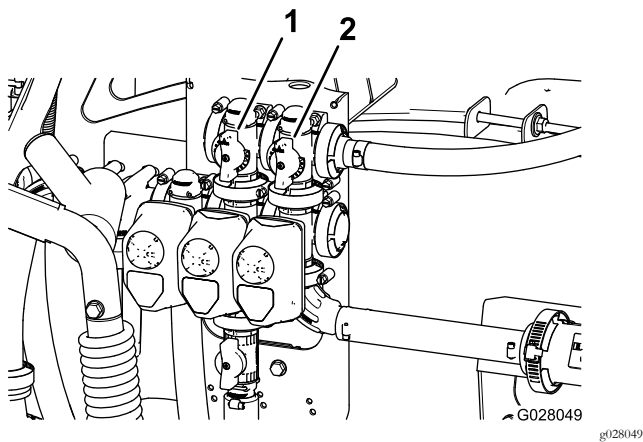

Figura 109
11. Regolate la valvola di bypass dell'agitatore (Figura 109) sul retro della valvola dell'agitatore fino a quando il valore della pressione sul misuratore corrisponde a 6,9 bar.
9. Regolate la maniglia del bypass principale della barra al fine di controllare il valore dell'agitazione che ha luogo all'interno del serbatoio (Figura 109).